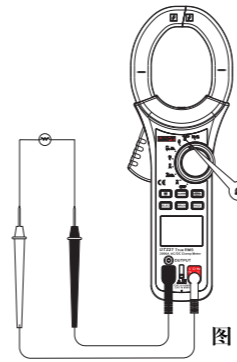

图 5
#### (3) 电阻 (Ω) (见图5)
### 3.电阻测量 (Ω) (见图5)